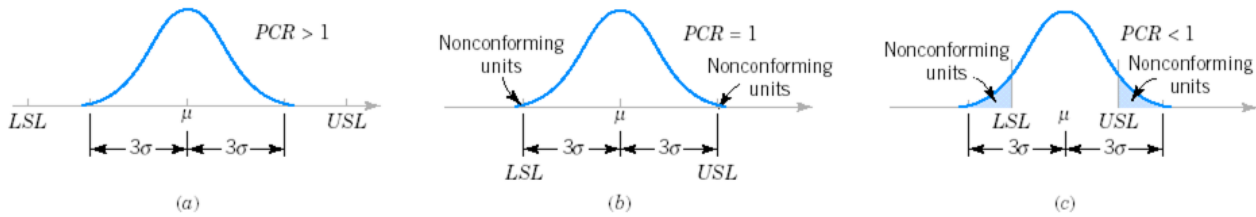

Figura 6.10: Productos *defectuosos* y coeficiente de capacidad C_p (PCR).
- En inglés C_p se denomina ‘Process Capability Ratio’ (PCR) - ver Figura 6.10.
- $C_p \geq 1$ indica que prácticamente todos los productos fabricados *cumplirán* con las especificaciones (ver Figura 6.10, gráficas a) y b)).
- $C_p < 1$ indica que un número relevante de productos fabricados *no cumplirán* las especificaciones (ver Figura 6.10 gráfica c)).